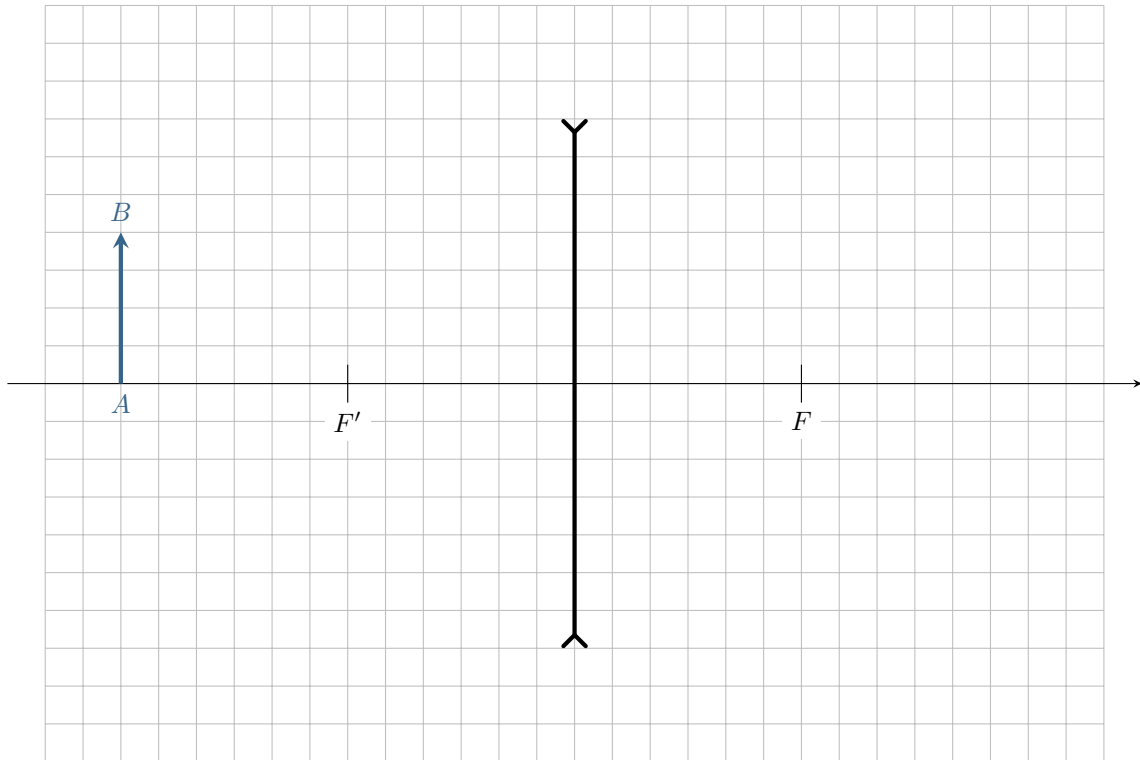

Figure 7 – Construction d'image par une lentille divergente.
- 3 - Construire l'image de l'objet AB par la lentille sur la figure 7 du document réponse, page 7.